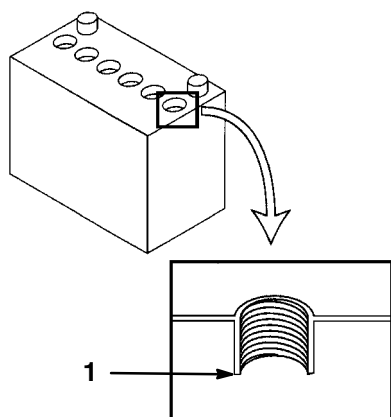

Figure 55
4. Ouvrir les couvercles pour voir l'intérieur des éléments. L'électrolyte doit arriver jusqu'au bas des tubes (Fig. 55). Ne pas laisser le niveau de l'électrolyte descendre en dessous du sommet des plaques.
2. Soulever les couvercles des éléments et les déposer (Fig. 55).
3. Verser lentement de l'eau distillée dans chaque élément de la batterie jusqu'à ce que le niveau arrive au bas du tube (Fig. 55).